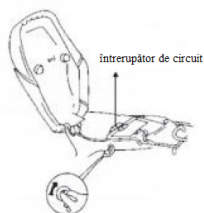

Figura 4-10
7. Utilizarea cutiei șeii: dacă este necesar să verificați bateria de stocare, vă rugăm să deschideți șaua așa cum este prezentat în Figura 4-10.